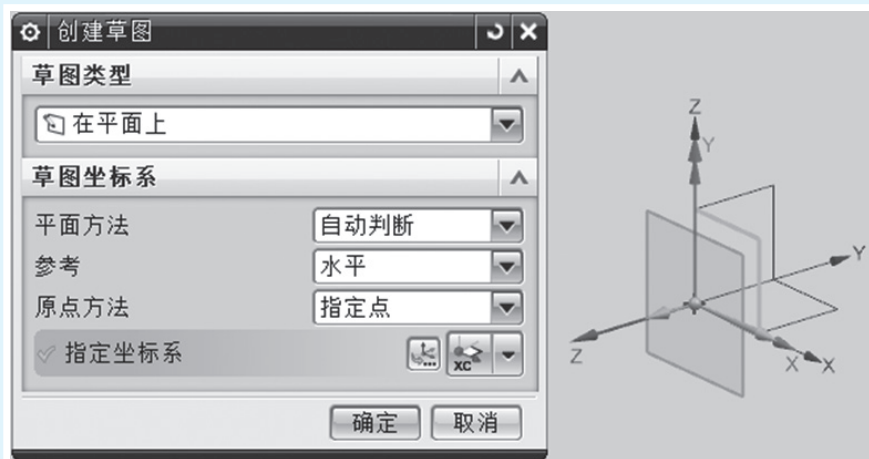

图 1-70
(3) 单击“绘制截面”按钮，弹出“创建草图”对话框。选择 ZC-XC 平面为草图平面，单击“确定”按钮进入草图环境，如图 1-70 所示。